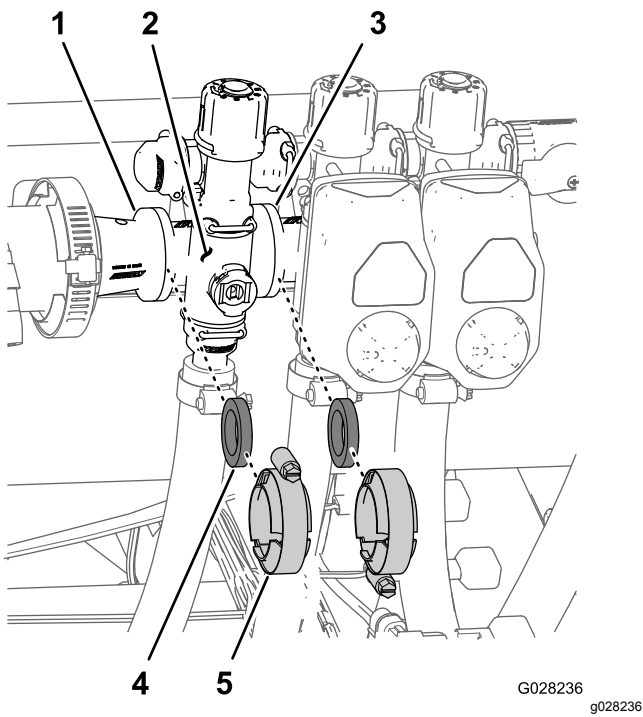

Bild 119
- Entfernen Sie die Klemmen und Dichtungen, mit denen der Verteiler für das Abschnittventil (Bild 119) an dem danebenliegenden Abschnittventil (falls linkes Abschnittventil auch die Reduzierkupplung) befestigt ist.